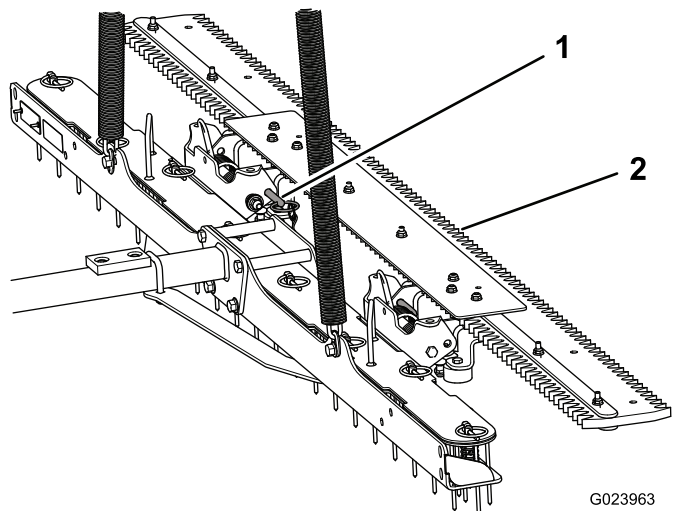

Figura 16
1. Retire los pasadores (Figura 16).